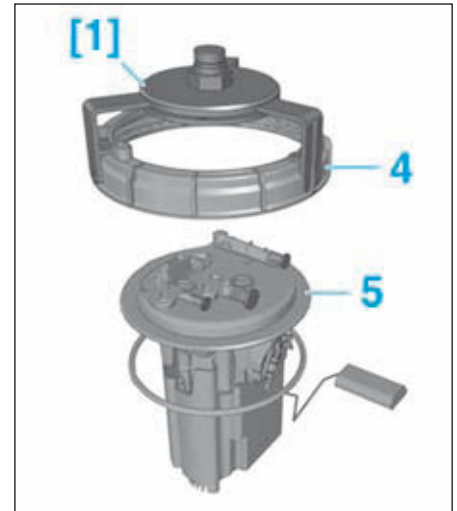

FIG.33
- les connecteurs (2),
- les raccords (3).
- Déposer la bague-écrou (4) à l'aide de l'outil [1] (Fig.33).
- Déposer la jauge à carburant (5).